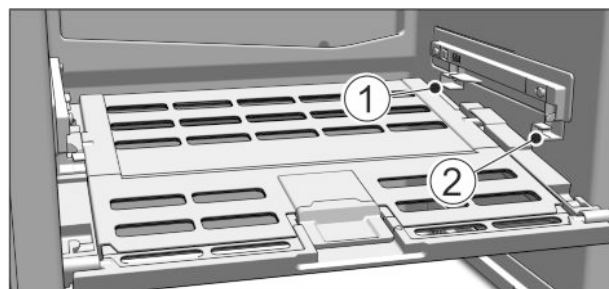

Fig. 16
- ▶ Установка крышки отделения с функцией для хранения овощей и фруктов Fruit & Vegetable-Safe: Вставить поперечные ребра крышки через низ в задний держатель Fig. 16 (1) и защелкнуть спереди на держателе Fig. 16 (2).